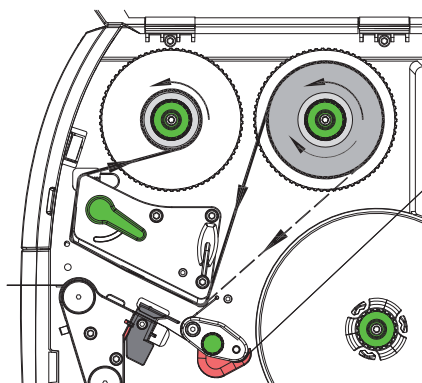

Рис. 26 Ход трансферной ленты
5. Удерживая рулон с трансферной лентой (1), поверните вращающуюся ручку намотчика (3) против часовой стрелки до полной фиксации рулона.
6. Установите подходящий сердечник трансферной ленты (4) на намотчике (5) и закрепите аналогичным образом.
7. Проведите трансферную ленту через печатный узел, как показано на рис. 26.
8. Закрепите начало трансферной ленты с помощью клейкой ленты на сердечнике (4). При этом намотчик трансферной ленты должен вращаться против часовой стрелки.
9. Поверните намотчик трансферной ленты (5) против часовой стрелки, чтобы выровнять ход ленты.
10. Поверните рычаг (6) по часовой стрелке, чтобы зафиксировать печатающую головку.